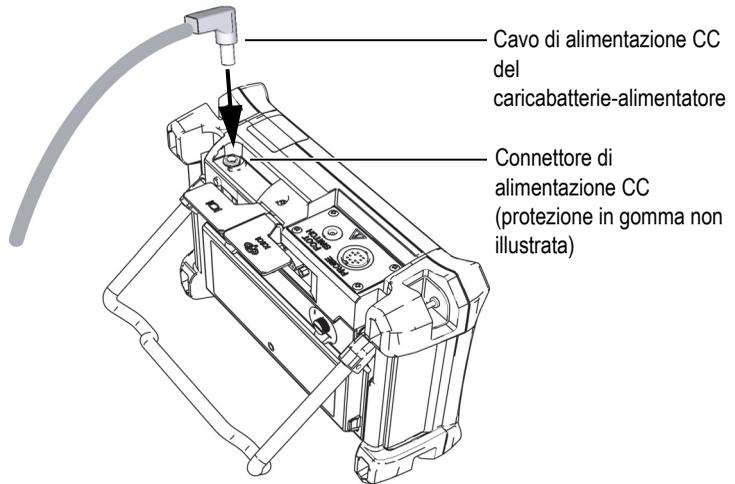

Figura 1-9 Collegamento alla presa di alimentazione CC
3. Collegare il cavo di alimentazione CC del caricabatterie-alimentatore al connettore situato nella parte superiore del Magna-Mike 8600 (vedere Figura 1-9 a pagina 35).